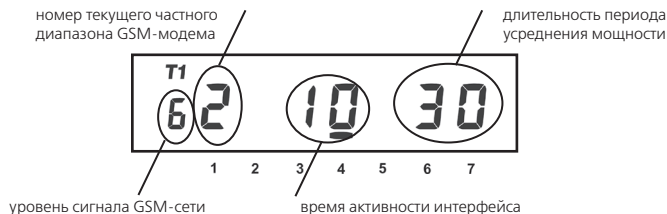

Рисунок 3.9
3.2.4.6 Окно «Служебные параметры» (рисунок 3.9).